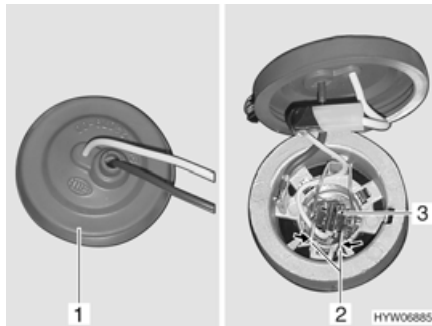

Fig. 218 Projecteur antibrouillard
- Retirer le capuchon en caoutchouc (Fig. 218,1) du boîtier de la lampe situé à l'arrière du projecteur antibrouillard.
- Basculer l'étrier métallique (Fig. 218,2) et le décrocher du support.
- Retirer l'ampoule (Fig. 218,3) et le câble du boîtier de la lampe.